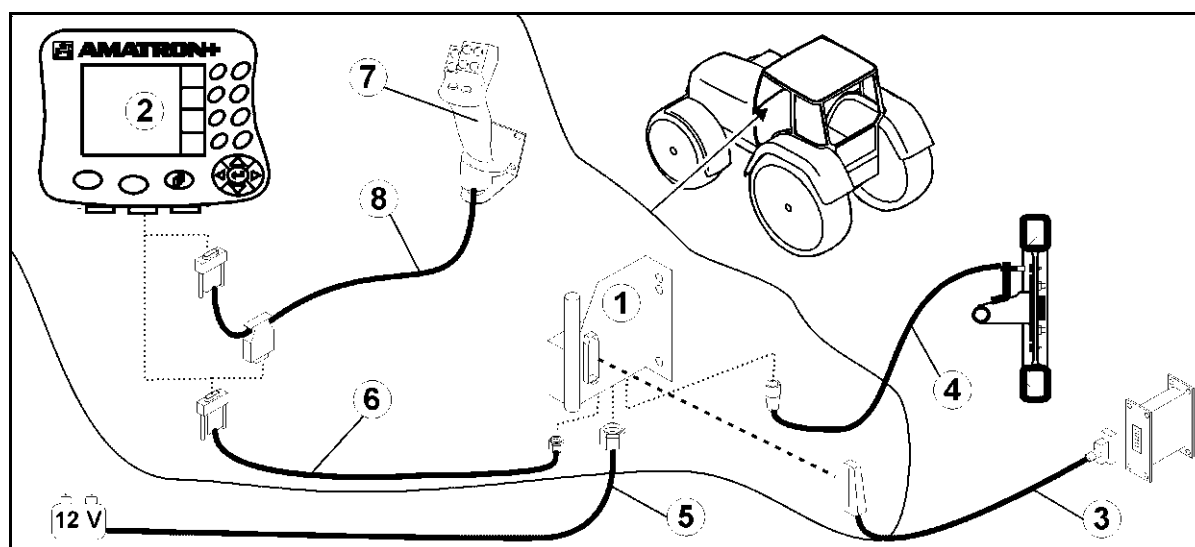
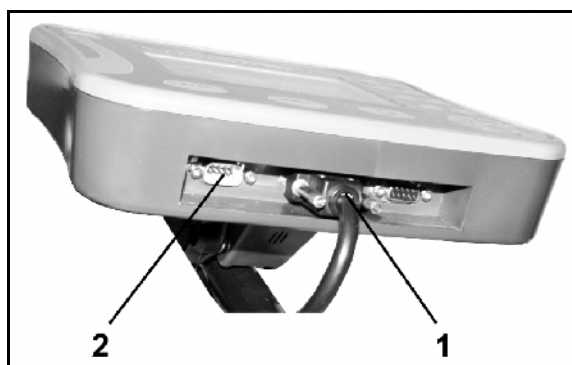

Bild 1
Bild 2
- Grundutrustningen (Bild 1/1) (konsol med fördelare) ska monteras till höger om föraren i traktorhytten, inom syn- och räckhåll, vibrationsfritt och elektriskt ledande.
- Batterikabel (Bild 1/5).
- Signalkabel för traktorsignaluttaget eller trippmätarsensor (Bild 1/4).
- Anslutningskabel till AMATRON⁺ (Bild 1/6).
- Anslut AMATRON⁺ (Bild 1/2) till traktorns grundutrustning.
- Anslut stickkontakten på anslutningskabeln (Bild 1/6) till det 9-poliga D-sub-uttaget i mitten (Bild 2/1).
- Anslut maskinen med maskinstickkontakten (Bild 1/3) till AMATRON⁺.
Joysticken (en multifunktionsspak, Bild 1/7) ansluts med en Y-kabel (Bild 1/8).
- En PDA kan anslutas till det seriella gränssnittet (Bild 2/2).